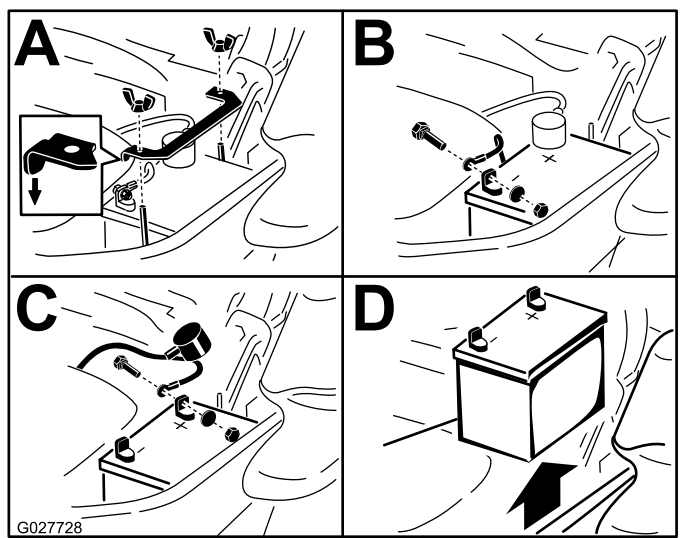

Figure 62
3. Retirez la batterie, comme montré à la (Figure 62).
Remarque: Placez la batterie dans son support en tournant les bornes à l'opposé du réservoir hydraulique (Figure 62).